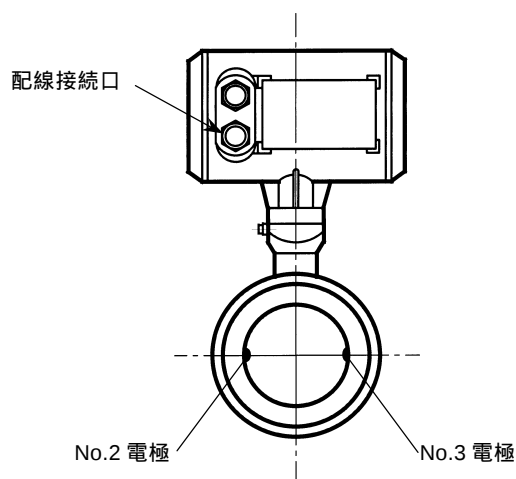

図 5.22
*2 電極 No.は、配線接続口側から見た場合に図 5.22 に示す位置となります。